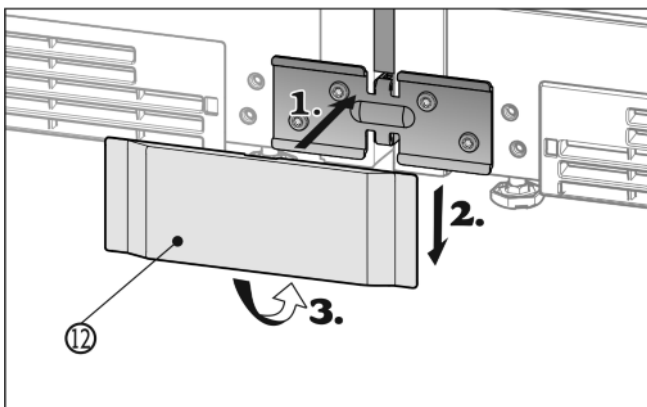

Fig. 16
- Poser le cache Fig. 16 (12) inférieur de devant sur l'équerre de fixation (1), exercer une pression vers le bas (2) et encliquer en bas (3).